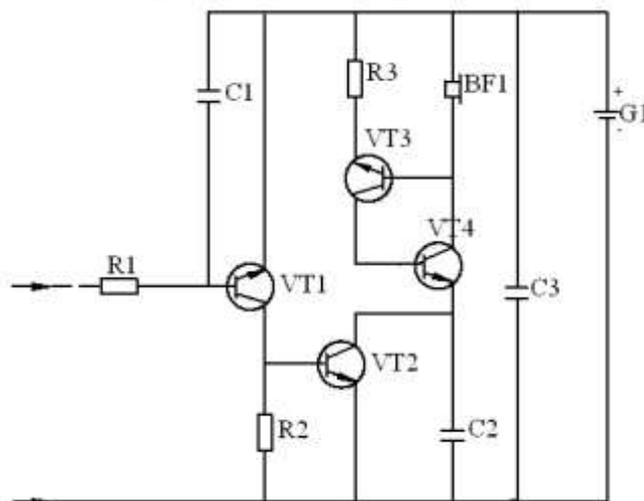

Рис. 91
– выбрать удаляемые части линий связи (Select object to trim) (рис. 91).